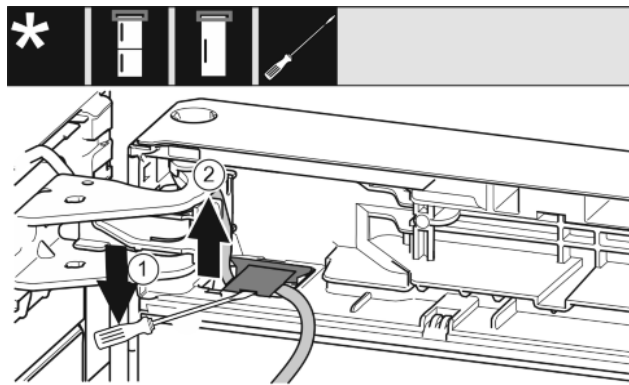

Fig. 17
- ▶ Ravnim odvijačem podignite pokrov i potom ga izvucite. Fig. 17 (1)
- ▶ Izvucite kabel. Fig. 17 (2)